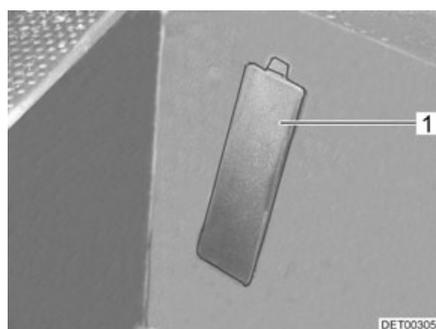

Fig. 285 Tapa del número de chasis (vehículo básico Fiat)
- ▷ En los vehículos con base de Fiat, el número de chasis se encuentra debajo de una tapa (Fig. 285,1) en la entrada del lado del acompañante.